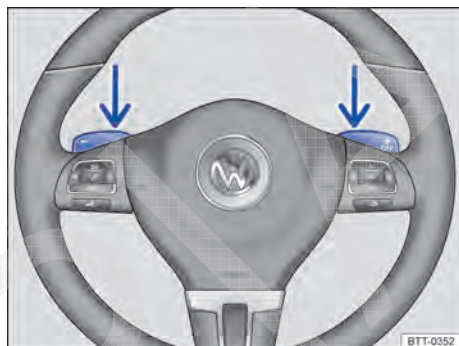

Fig. 169 Volante com dois seletores basculantes do Tiptronic.
- No programa de condução **D**, **S** ou no curso do Tiptronic, acionar os seletores basculantes no volante ⇒ Fig. 169.